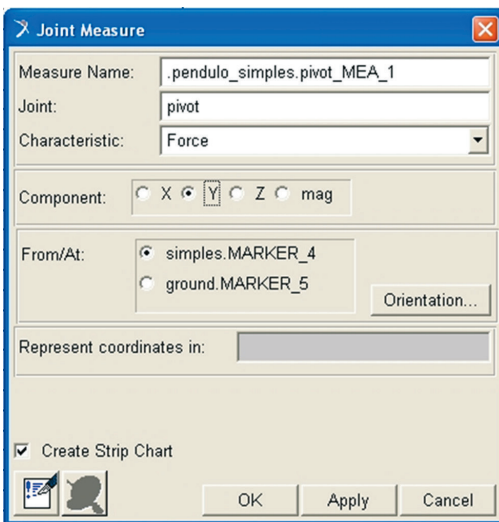

Figura 2.27 – Tela ilustrativa da escolha do tipo de medida a realizar.
- Preencha a caixa de diálogo conforme a Figura 2.27.